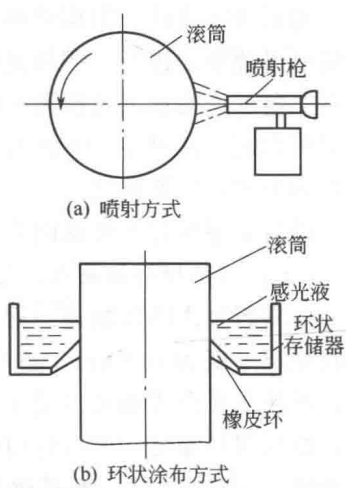

图 1-5 直接法的感光液涂布方式
(1) 照相 照相过程与间接法制版的照相过程相同。无论是天然色正片原稿，还是反射原稿，都必须先将原稿翻成阴图，再将阴图接触加网翻制成阳图。
(2) 脱脂去污处理 其目的是为了清洁印版滚筒的表面，以除去滚筒上的油污及氧化膜。除油采用混合溶剂（50%二甲苯+50%醋酸乙酯）或碳酸钙粉末糊。除氧化膜采用混合酸（2%盐酸+4%氯化钠+5%乙酸）或砂膏。
(3) 感光液涂布 将感光液涂布于滚筒表面，有喷射方式和环状涂布两种方式，如图 1-5 所示。前者使用喷射枪向转动的滚筒喷射感光液，它根据滚筒的周长调节喷射量来控制感光液的胶膜厚度。后者在镶上橡皮环的存储器里装满感光液，将存储器从滚筒上端垂直地缓慢滑向滚筒下端进行涂布，它必须根据滚筒直径的大小改变环状存储器的滑移速度来控制胶膜的厚度。常用的感光液有三种：聚乙烯硅酸酯感光液、光致抗蚀剂组成的感光液和常用的以聚乙烯醇为主体的重铬酸盐感光剂。